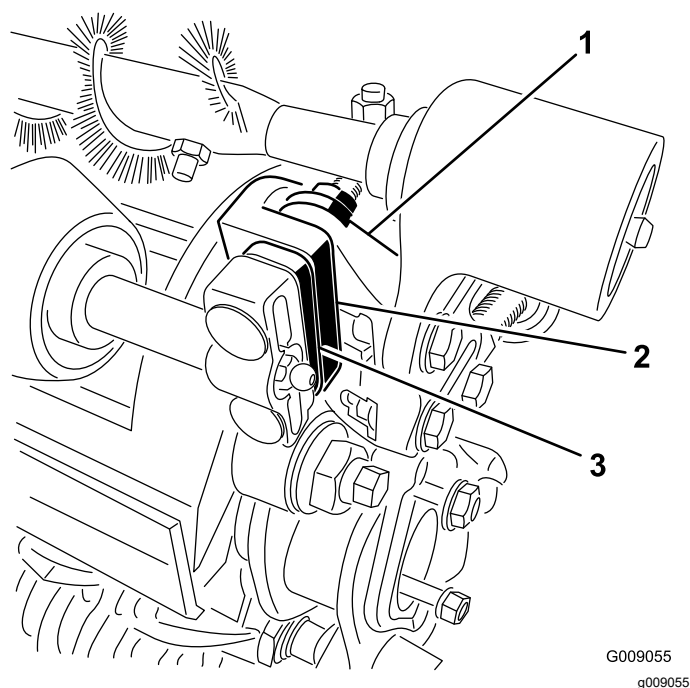

**Figura 8**
8. Coloque os suportes de montagem da estrutura da escova do rolo nos parafusos de suporte do rolo (Figura 8). Prenda os suportes de montagem na estrutura da escova às placas laterais da unidade de corte com as porcas previamente removidas.